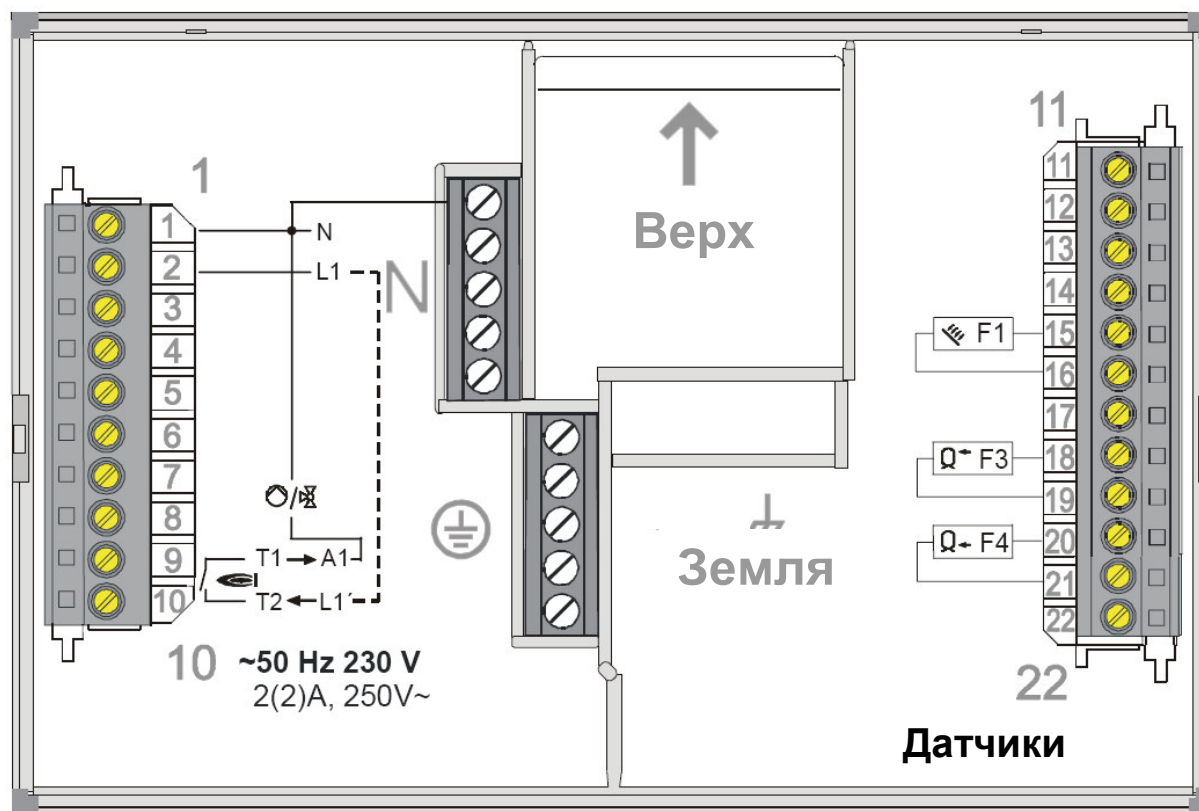

рис.3
ВНИМАНИЕ: Для управления насосом коллектора необходимо установить переключку L1-L1` (контакты 2-10) рис.3.
1. В качестве датчика температуры солнечного коллектора/твердотопливного котла (F1) используйте датчик KLF1000(силиконовый кабель). Подключение - контакты 15-16 (рис.3).
2. В качестве нижнего датчика температуры емкостного накопителя (F4) используйте датчик PT1000 (серый кабель). Подключение - контакты 20-21 (рис.3).
3. Датчик температуры в верхней части емкостного накопителя (F3) используется как опция. Подключение - контакты 18-19 (рис.3).